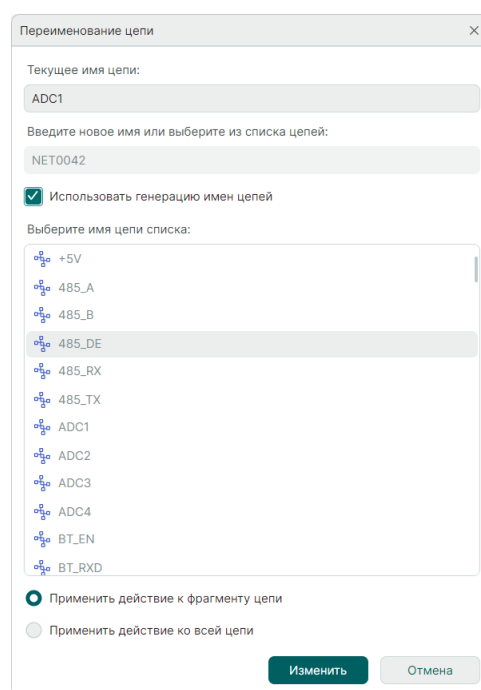

Рис. 117 Автогенерация имен
- Использовать автогенерацию имен цепей, поставив флаг «Использовать генерацию имен цепей», см. Рис. 117. При этом в поле «Введите новое имя или выберите из списка цепей:» система выведет будущее сгенерированное имя создаваемой цепи, а список имеющихся на схеме цепей будет недоступен для выбора.